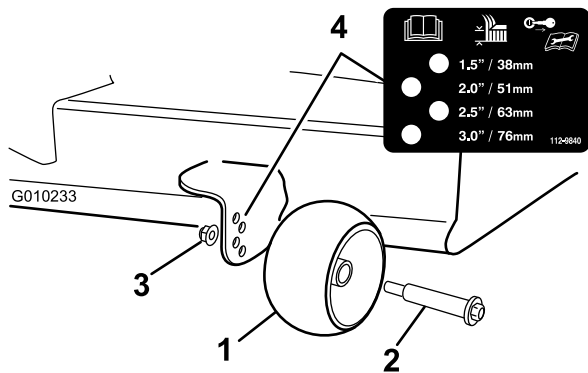

Figura 22
3. Ajuste los rodillos protectores del césped según se muestra en Figura 22 a la posición de altura de corte más próxima.